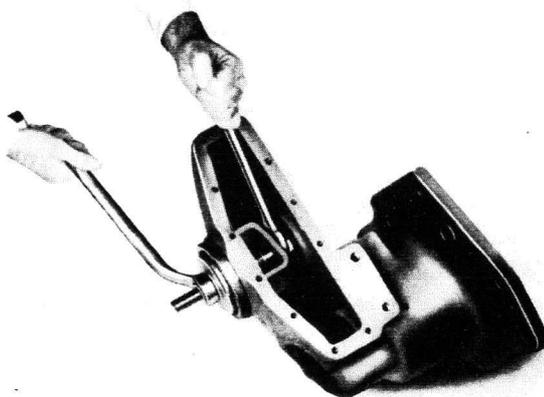

Fig. 22
- 5° Monter la cuvette du roulement extérieur de l'arbre de roue (côté roue) au moyen du Tampon MICU et de l'étrier MIDU (fig. 22).